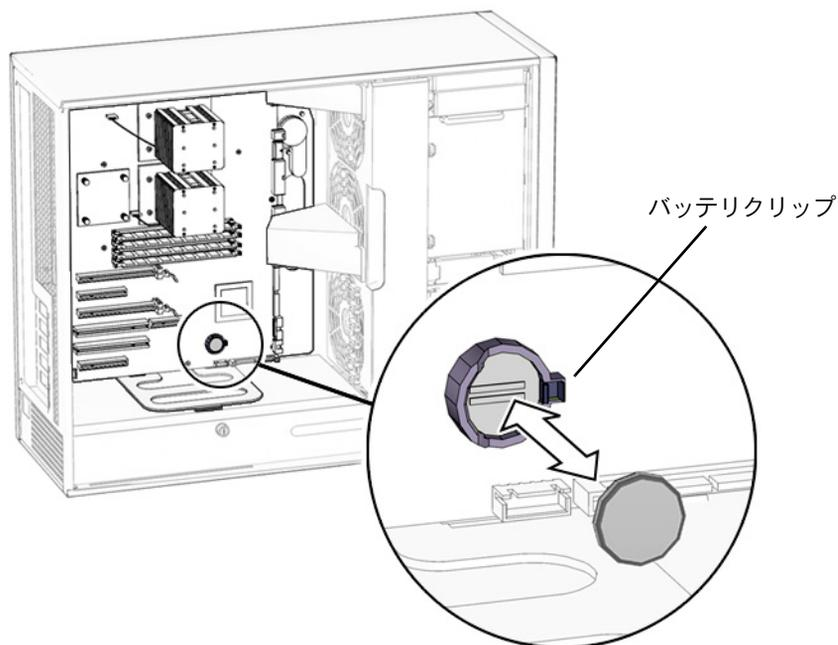

図 5-6 マザーボードからのバッテリーの取り外し
詳細は、図 5-6を参照してください。
1. 図 5-6 に示すように、バッテリーの取り付け位置を確認します。